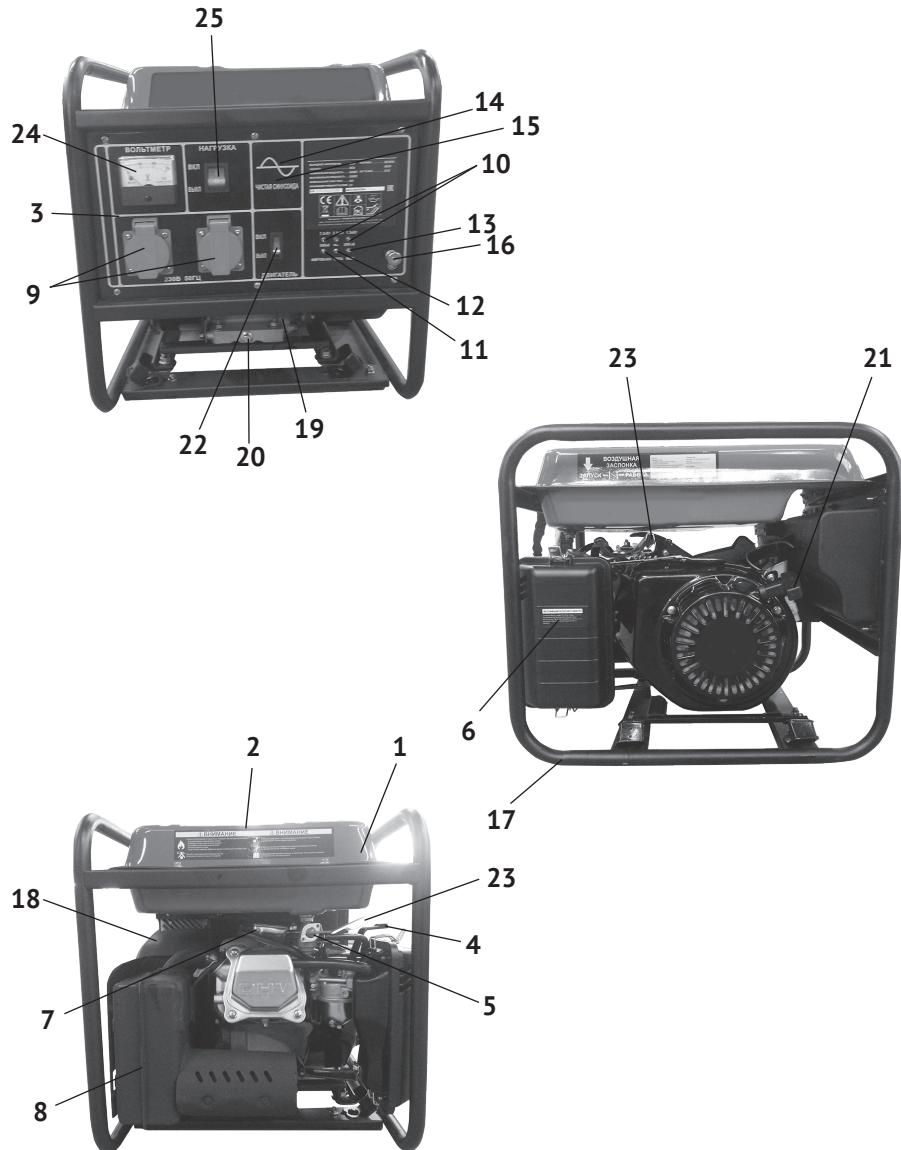

рис.1
движениями поршня двигателя, передаёт крутящий момент на вал якоря генератора. Передача осуществляется через коническое сопряжение ротора генератора и вала двигателя. При этом образуется самоцентрирующаяся трёхпорная схема соединения. С обмоток статора генератора напряжение подводится: через систему стабилизации на розетки переменного тока 220В (рис.1 поз.9) или через выпрямительный блок на розетку постоянного тока (рис.1 поз.14). Инверторный преобразователь позволяет бензогенератору выдавать энергию с максимально стабильными параметрами, что позволяет использовать его для питания чувствительных электроприборов и электроники.
2.4 Общий вид бензогенератора представлен на рис.1
3.2 Бензогенератор оснащён одноцилиндровым четырёхтактным двигателем внутреннего сгорания с верхним расположением клапанов и нижним расположением коленчатого вала. Верхнее расположение клапанов снижает теплонапряжённость двигателя. При этом достигается более высокая выходная мощность в меньшем рабочем объёме при эффективном сгорании топлива. Двигатель имеет карбюраторную систему питания. Смазка осуществляется разбрызгиванием масла в картере. Пуск двигателя осуществляется ручным тросовым возвратным стартером (рис.1 поз.21).
3.4 Двигатель и генератор закреплены на трубчатой раме (рис.1 поз.17) через амортизаторы, что снижает вибрацию аппарата и уменьшает уровень шума при работе. Все элементы бензогенератора имеют удобный доступ для обслуживания и ремонта.
4.2.3 Обеспечение требований электробезопасности: эксплуатация бензогенератора должна производиться в строгом соответствии с требованиями «Правил техники электробезопасности при эксплуатации электроустановок». Электрическая сеть подключения потребителей относится к системе с изолированной нейтралью, предусматривающей защитное заземление открытых токопроводящих частей корпуса. В зависимости от местных условий (состав грунта, его влажность и т.п.) изменяется качество заземления. Во всех случаях защитное заземление должно иметь сопротивление не более 4-х Ом. Во время работы бензогенератора его клемма заземления (рис.1 поз.16) должна быть подсоединенна к заземлителю. Практически это требование может быть реализовано следующими способами:
Выкрутите пробку-щуп (рис.1 поз.19) из маслозаливной горловины и залейте в картер масло необходимой марки до нижнего края горловины, как показано на рис.2. Вставьте сухой чистый щуп в горловину картера и выньте его. Проверьте уровень масла: граница смоченной области щупа должна располагаться между отметками минимального и максимального уровней.
При выборе масла руководствуйтесь требованиями эксплуатационной документации и указаниями по применению конкретного типа масла его производителем. При уровне масла ниже минимально допустимого загорается индикатор (рис.1 поз.11) на панели управления и срабатывает блокировка двигателя при включении зажигания.
Открутите крышку (рис.1 поз.2) топливного бака (рис.1 поз.1). Заливайте бензин в топливный бак не более чем на 1см ниже уровня основания заливной горловины. Перед запуском двигателя тщательно протрите крышку бензобака, удалив возможные при заправке брызги топлива.
6.1.1 Отключить всех потребителей переменного и постоянного тока от генератора. Перевести автоматический выключатель (рис.1 поз.25) в положение «ВыКЛ».
- перевести выключатель зажигания (рис.1 поз.22) в положение «ВКЛ»;
- открыть топливный кран (рис.1 поз.5);
- перевести рычаг воздушной заслонки (рис.1 поз.4) в положение «закрыто» при пуске холодного двигателя (для прогретого двигателя рычаг устанавливается в промежуточном положении);
- резко, с усилием потяните рукоятку стартёра (рис.1 поз.21) до упора, повторите действие ещё раз, если двигатель не завёлся.
- перевести тумблер автоматического выключателя (рис.1 поз.25) в положение «ВыКЛ.»;
- отключить потребителей электроэнергии от розеток (рис.1 поз.9);
- перевести выключатель зажигания (рис.1 поз.22) в положение «ВыКЛ»;
- закрыть топливный кран (рис.1 поз.5).